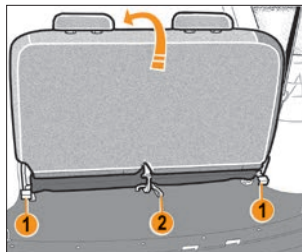
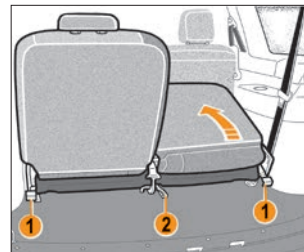

Рис. 2.3.2. Складывание сиденья третьего ряда (в варианном исполнении)
Рис. 2.3.3. Складывание сиденья третьего ряда по частям (в варианном исполнении)
**В варианном исполнении** спинка сиденья третьего ряда складывается целиком (рис. 2.3.2) либо по частям (рис. 2.3.3) в соотношении 50/50.
- потяните за ручки **1** (см. рис. 2.3.2, 2.3.3) и сложите спинку сиденья.